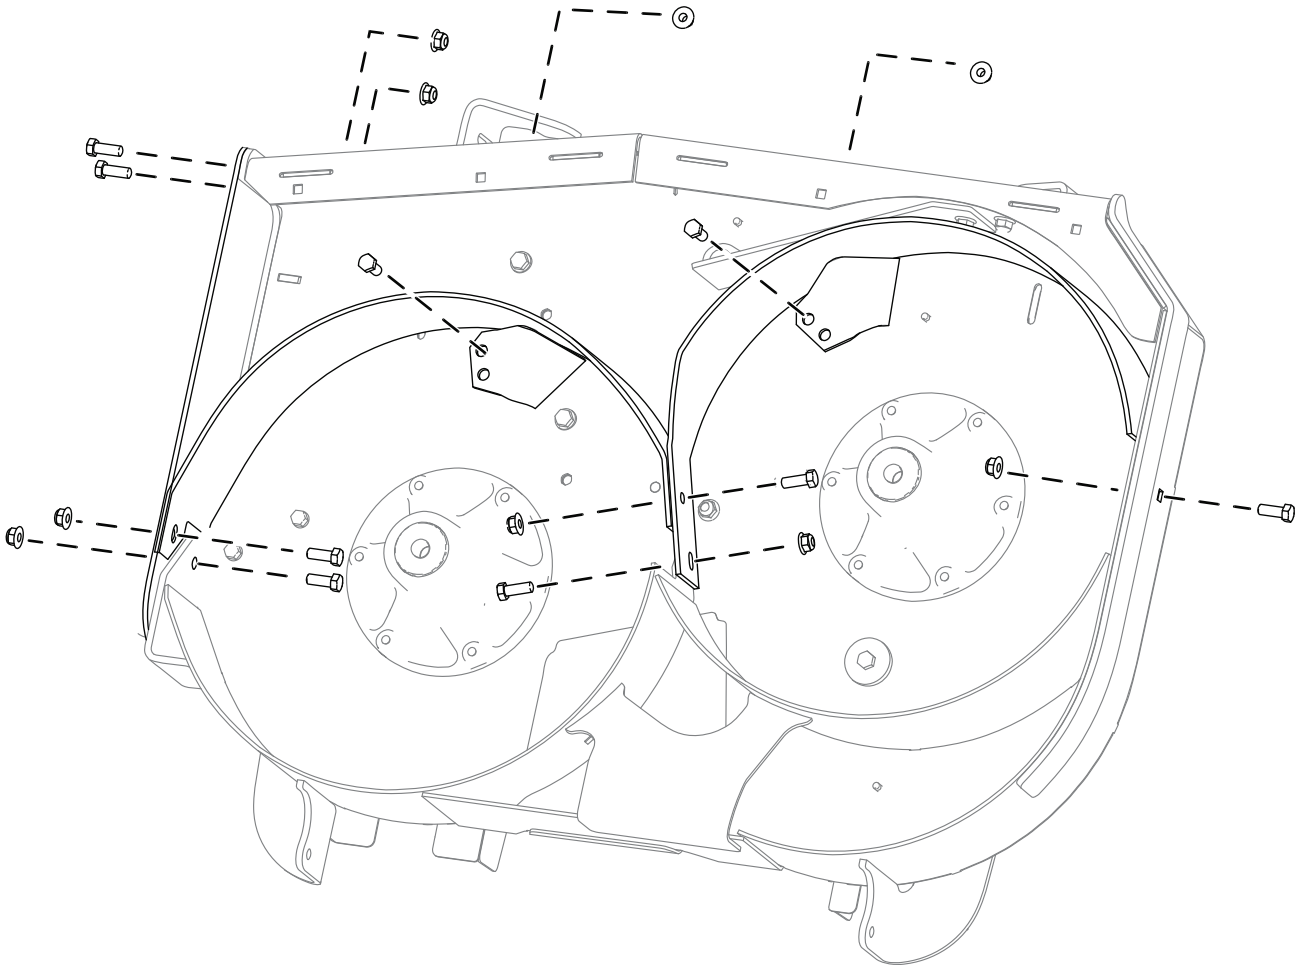

Figura 6
Instale el kit usando 9 pernos (3/8" x 1") y 9 tuercas (3/8"), como se muestra en la Figura 6.
**Nota:** Asegúrese de que los pernos van en el sentido indicado en Figura 6.